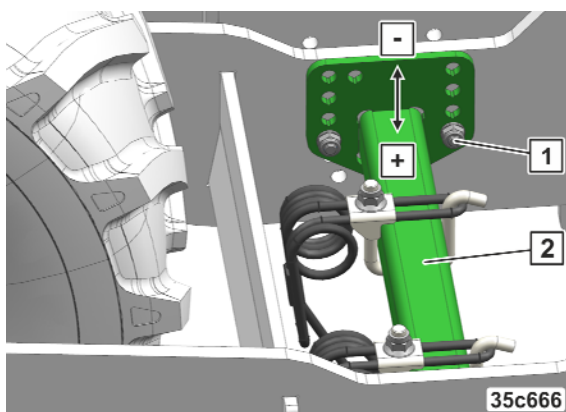

Fig. 199
1. Desfaceți și îndepărtați piulițele (Fig. 199/1).
2. Aduceți brațul greblei (Fig. 199/2) în poziția dorită.
3. Aduceți brațul greblei (Fig. 199/3) în poziția dorită.